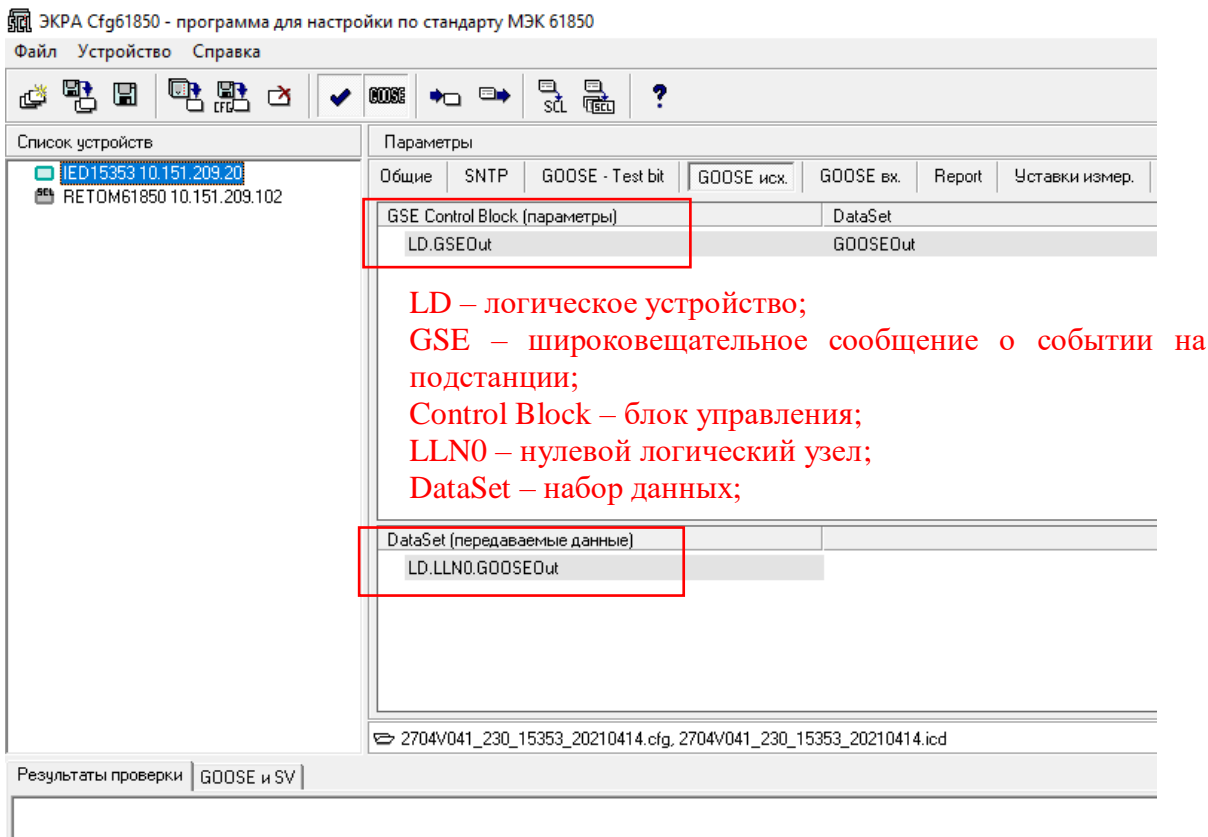

Рис. 95. GOOSE иск.
– confRew – номер версии конфигурации, который фиксирует изменение или удаление члена набора данных, порядка элементов, ссылки на dataSet. Число показывает количество изменений конфигурации набора данных (dataSet) [31]. Текущее значение – 6 (рисунок 95).
13) Перейти во вкладку GOOSE исх. (рис. 95). В данной вкладке будут предоставлены наборы данных и блок управления GOOSE-сообщения.